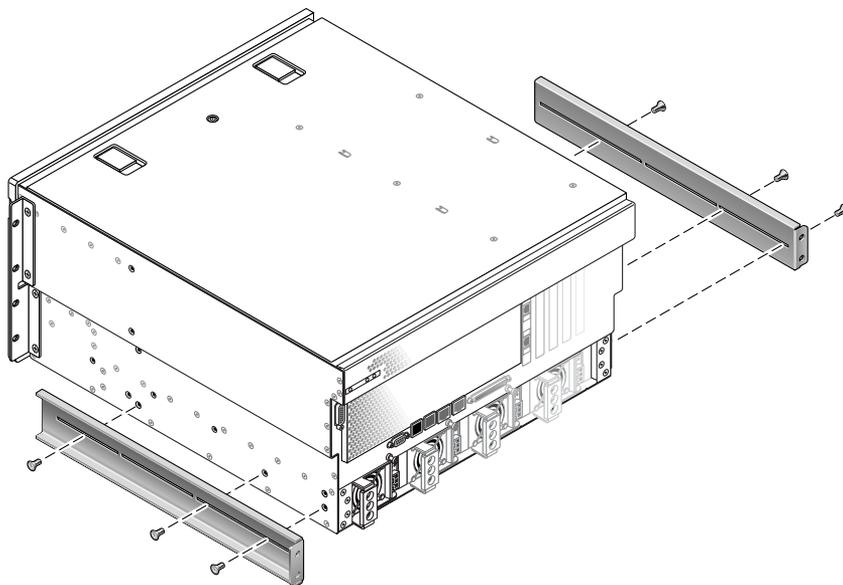

図 3-3 背面固定部品の取り付け
5. 測定したラックの奥行に合うように背面固定部品をサーバーの背面側に配置し、取り付けます (図 3-3)。